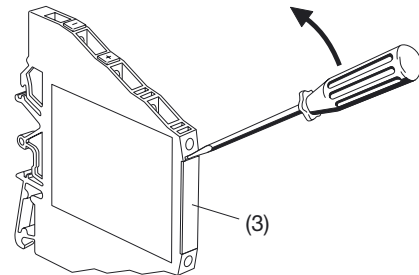

Bild 7
Durch Entfernen der Frontabdeckung (3) wird der Programmieranschluss zugänglich (Bild 7).